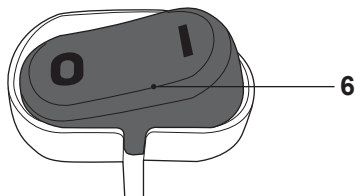

Fig. 16
> Certifique-se de que o interruptor On/off (6) está na posição off O (Fig. 16).